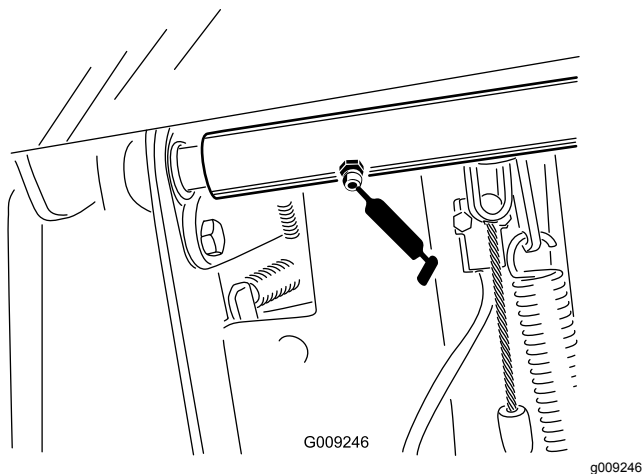

Figura 64
- Dois rolamentos do eixo da articulação do pedal do travão (Figura 64)